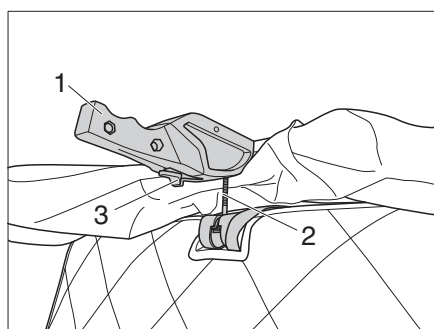

Figure 13 Serrer le verrouillage
- ▷ Avant le trajet, vérifier que les leviers de fermeture des dispositifs de verrouillage (Figure 13, 1) à gauche et à droite sont correctement tendus. Si nécessaire, ajuster le verrouillage selon les instructions du fabricant.
- Insérer le boulon (Figure 13, 2) dans le logement de verrouillage.
- Appuyer sur les systèmes de verrouillage (Figure 13,1) à gauche et à droite vers le haut.
- Vérifier que le boulon de fermeture (Figure 13, 2) n'a pas de jeu.
- ▷ Si le boulon de fermeture (Figure 13, 2) présente un jeu trop important et que le toit relevable ne se ferme pas correctement, il est nécessaire d'ajuster le dispositif de verrouillage (voir chapitre 12.3.2).